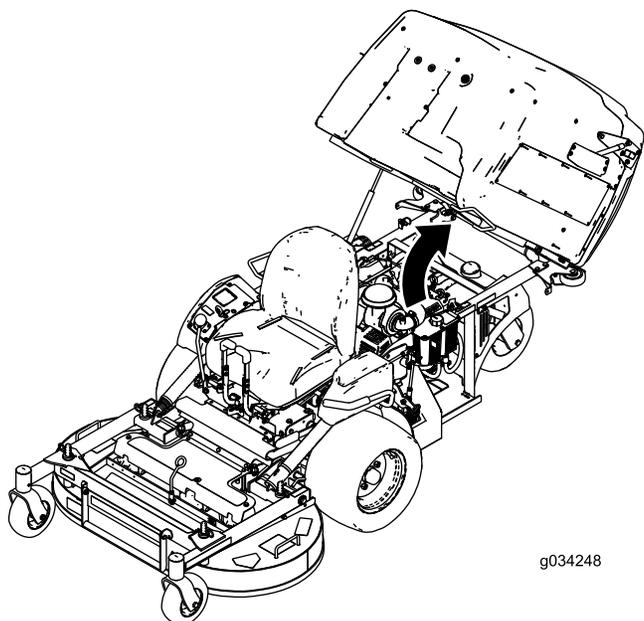

Figura 31
1. Suba o dispositivo de recolha (Figura 31).